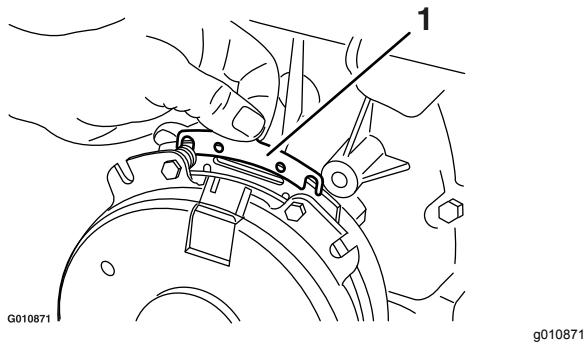

Bild 83
- B. Halten Sie die Nase mit einer Spitzzange oder den Händen und nehmen Sie die Beilagscheibe ab (**Bild 83**).
Entfernen Sie Schnittgut, Schmutz und andere Rückstände vom Motorgitter. So gewährleisten Sie eine ausreichende Kühlung sowie die korrekte Motordrehzahl und reduzieren die Gefahr einer Überhitzung und mechanischer Motorschäden (Bild 83).